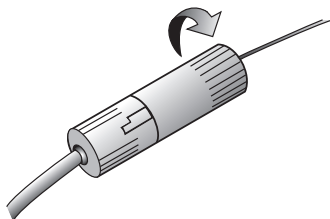

Figure 29. Déverrouiller le connecteur autobloquant.
2. Déverrouiller le connecteur cylindrique autobloquant (Figure 29).